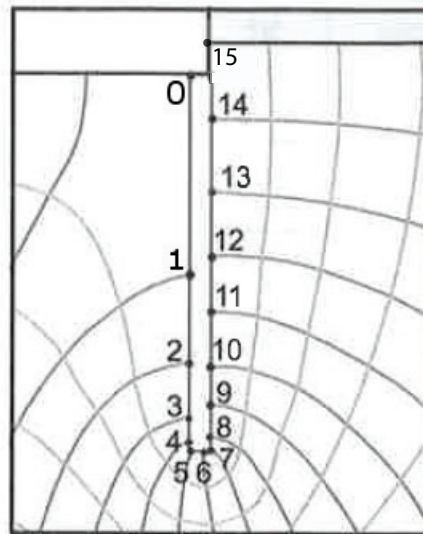

Figure 3: Pointes de calcul à l'écran
7. Déterminer l'évolution de pressions interstitielles en amont et en aval de l'écran (Fig. 3).